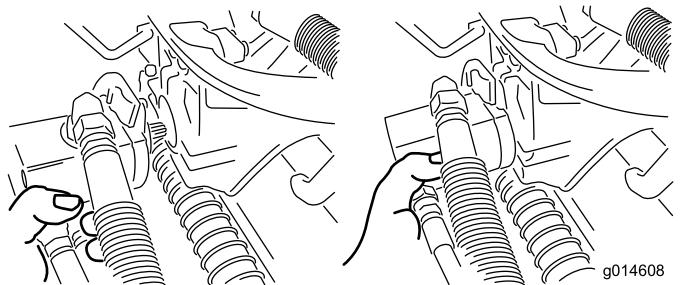

Figura 58
3. Spostate il motore in posizione di stoccaggio davanti al braccio di sospensione (Figura 58).